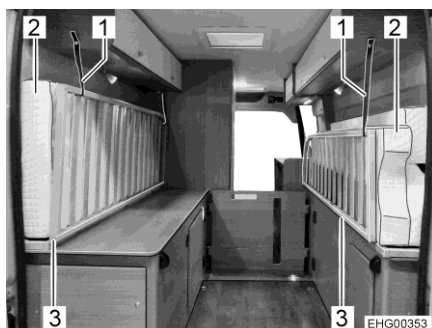

Bild 39 Madrasser och sängbottnar (transportläge)
- Vik upp madrasserna (med mellanbräda och tvärbalk) mot höger och vänster sida, se Bild 39.
- Fäll upp båda sängbottnarna (Bild 39,3).
- Säkra madrasserna (Bild 39,2) och sängbottnarna med säkerhetsrem (Bild 39,1) på båda sidor.